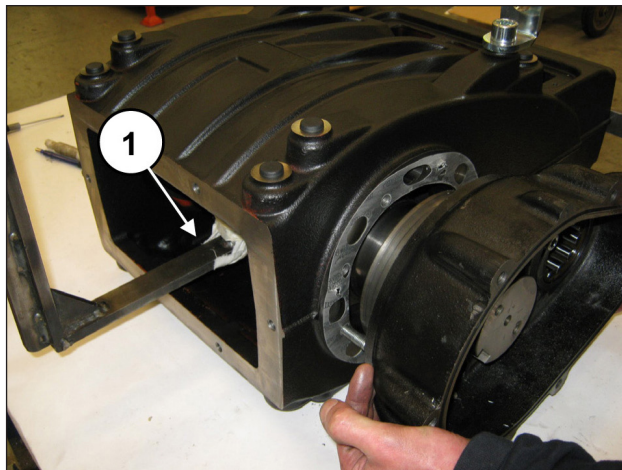

Fig. 25
Extraer la caja sujetando el eje para evitar que se dañe (pos. ①, Fig. 25).